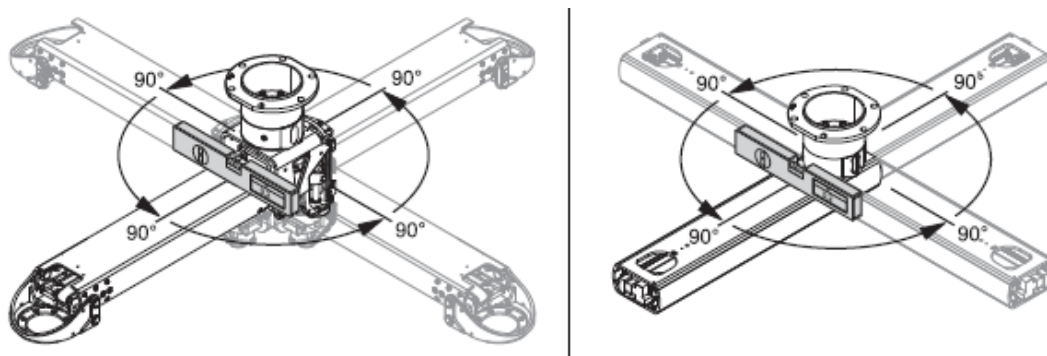

Fig. 32 Vérification de l'alignement horizontal des stabilisateurs
- Vérifiez l'alignement horizontal des bras d'extension. Placez le niveau à bulle numérique perpendiculairement à la direction du bras (près de la bride ③). Faites tourner le bras de 90 degrés dans différentes directions et vérifiez l'alignement horizontal. Voir Fig. 32.